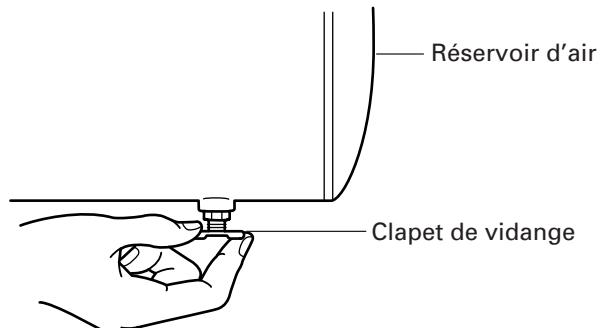

Fig. 7
2. Vidange du réservoir d'air : Ouvrir progressivement le clapet de vidange, et vidanger tout l'air du réservoir d'air. (Fig. 7) Bien refermer après la vidange.